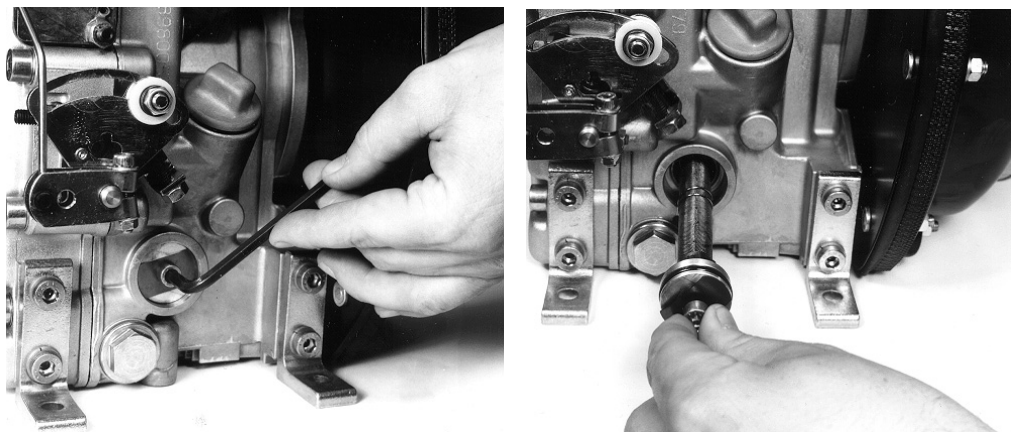

Fig. 2-8 Démontage du filtre à huile
1. Pour accéder au filtre à huile, il est nécessaire d'enlever le panneau latéral du moteur. La figure 2-6, présente le panneau latéral et quelques-unes des vis de fixation. Le filtre à huile est situé en bas, près du moteur (fig. 2-7). Retirer le filtre comme indiqué fig. 2-8.